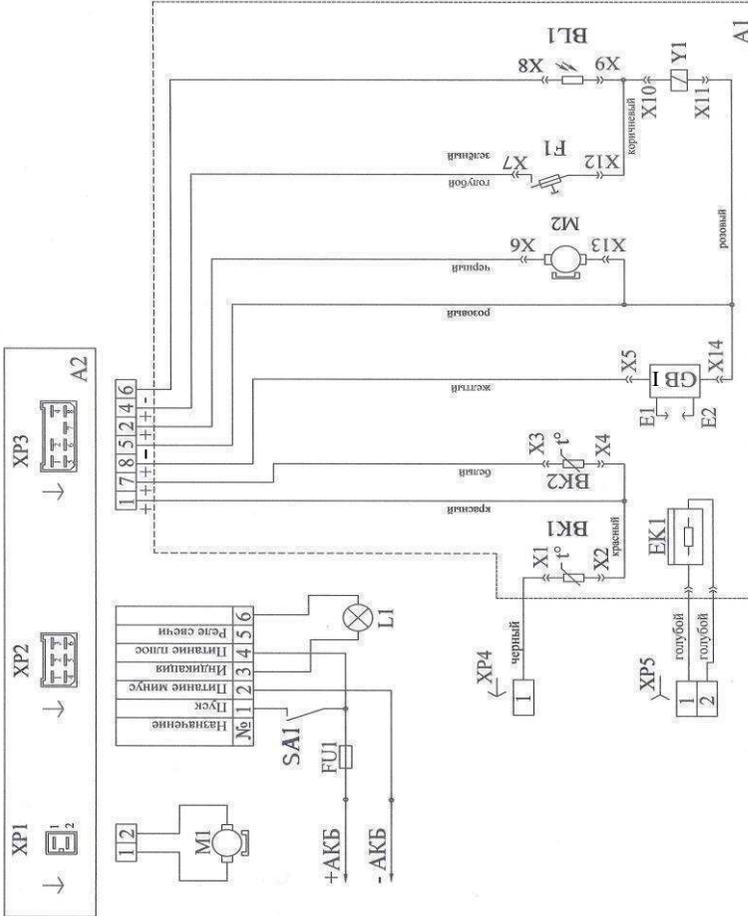

Рисунок 3 - схема электрическая принципиальная при использовании индикаторной лампы и выключателя на подогревателях 15.8106-05, 15.8106.000-05, 151.8106-05
4.1.1 Для запуска подогревателя необходимо включить клавишу SA1 рисунок 3, установленной в салоне (кабине) АТС. Контроль работоспособности подогревателя выводится на контрольную лампу L1.